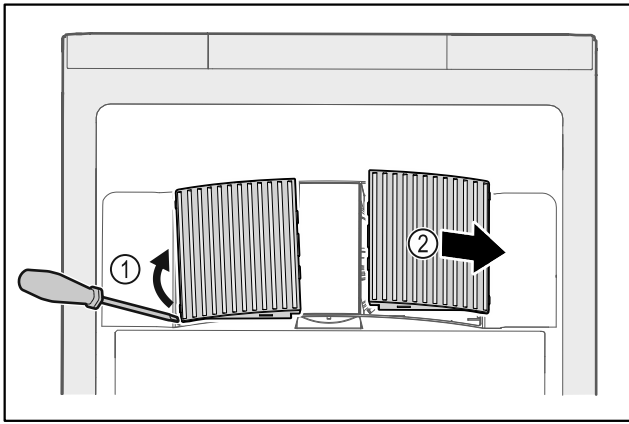

Fig. 47
- ▶ Väännä tuulettimen suojukset varovasti sivulta pois paikaltaan Fig. 47 (1) ja poista suojukset etukautta Fig. 47 (2).